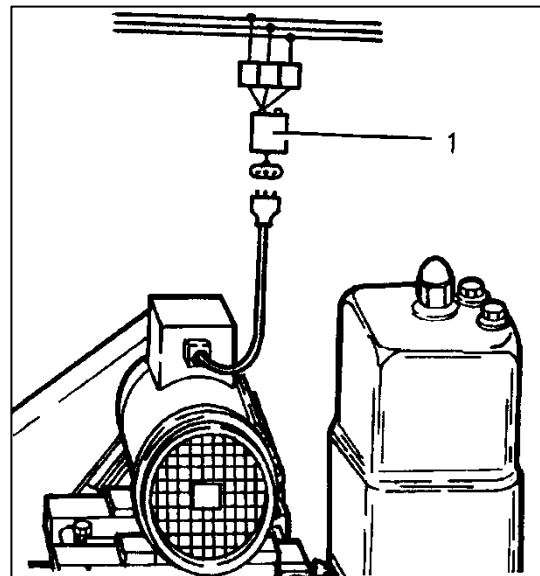

Abbildung 10: Motorschutzschalter
Zur Absicherung des Motors muss ein Motorschutzschalter (1) eingebaut werden (→ Abbildung 10).